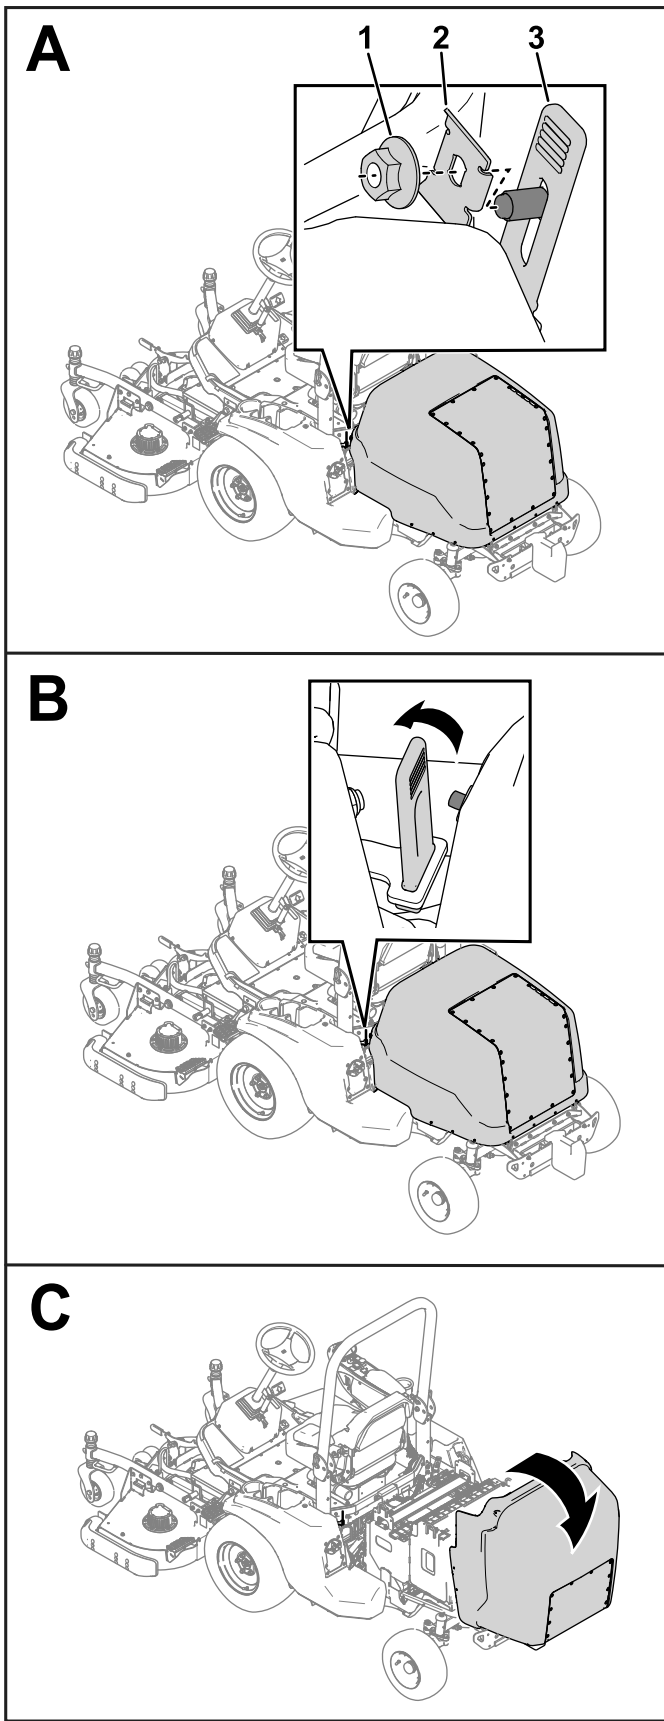

図 42
1. フードの両側からナットとストラップシールド (図 42) を取り外す。
2. 機体両側でストラップを外す 図 42。
3. フードを上げる 図 42。